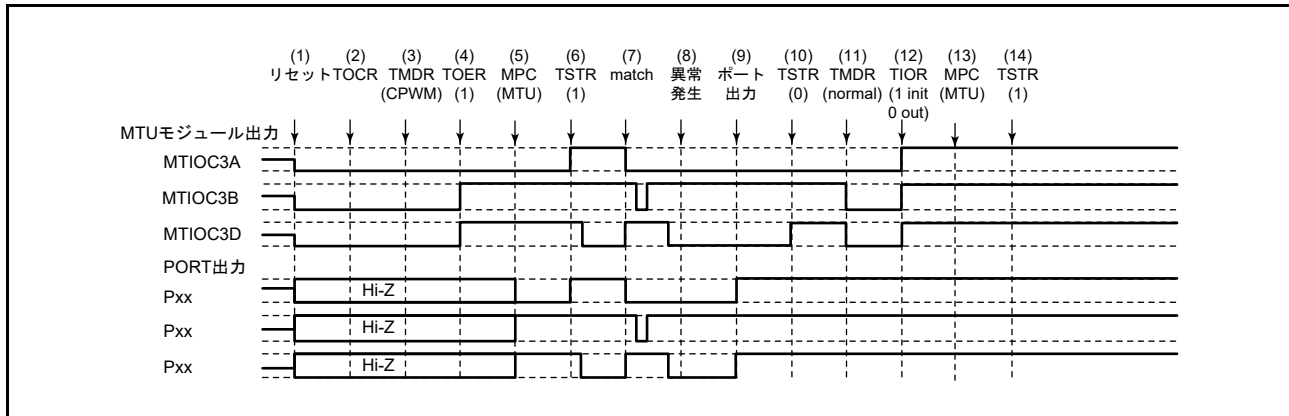

図 24.174 相補 PWM モードで異常が発生し、ノーマルモードで復帰する場合
相補 PWM モードで異常が発生し、再設定後ノーマルモードで再スタートする場合の説明図を図 24.174 に示します。
(1) ~ (10) は図 24.174 と共通です。
(11) PWM モード 1 を設定してください (MTU 出力は Low となります)。
(12) TIOR レジスタで端子を初期化してください (PWM モード 1 では MTIOCnB (MTIOCnD) 端子に波形が出力されません。出力すべきレベルがある場合は、I/O ポートのポート方向レジスタ (PDR)、ポート出力データレジスタ (PODR) で汎用出力ポートの設定をしてください)。
(13) MPC と I/O ポートのポートモードレジスタ (PMR) で MTU 出力としてください。
(14) TSTRA (TSTRB) レジスタで再スタートします。
(11) MPC と I/O ポートのポートモードレジスタ (PMR) で MTU 出力としてください。
(12) TSTR (TSTRB) レジスタで再スタートします。
(13) コンペアマッチの発生により相補 PWM 波形を出力します。
- (11) ノーマルモードを設定し新しい設定値を設定してください（MTU 出力は Low となります）。
- (12) TOERA（TOERB）レジスタで MTU3、MTU4（MTU6, MTU7）の出力を禁止してください。
- (13) TOCR1A、TOCR2A（TOCR1B, TOCR2B）レジスタで相補 PWM モードの出力レベルと周期出力の許可 / 禁止を選択してください。
- (14) 相補 PWM を設定します。
- (15) TOERA（TOERB）レジスタで MTU3、MTU4（MTU6, MTU7）の出力を許可してください。
- (16) MPC と I/O ポートのポートモードレジスタ（PMR）で MTU 出力としてください。
- (17) TSTRA（TSTRB）レジスタで再スタートします。
(11) ノーマルモードを設定してください (MTU 出力は Low となります)。
(12) TOERA (TOERB) レジスタで MTU3、MTU4 (MTU6, MTU7) の出力を禁止してください。
(13) TOCR1A、TOCR2A (TOCR1B, TOCR2B) レジスタでリセット同期 PWM モードの出力レベルと周期出力の許可 / 禁止を選択してください。
(14) リセット同期 PWM を設定します。
(15) TOERA (TOERB) レジスタで MTU3、MTU4 (MTU6, MTU7) の出力を許可してください。
(16) MPC と I/O ポートのポートモードレジスタ (PMR) で MTU 出力としてください。
(17) TSTRA (TSTRB) レジスタで再スタートします。